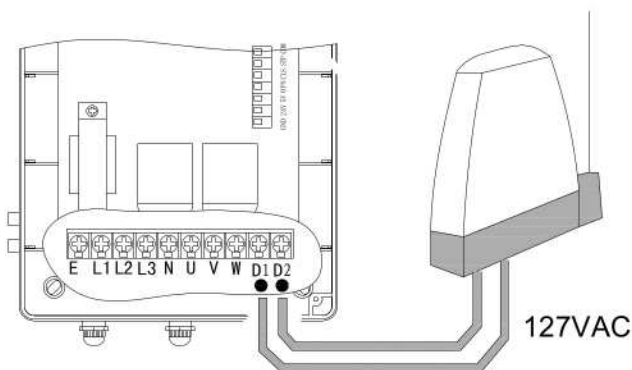

Fig.6
- D. Lámpara de Señalamiento (Opcional) 127V:** Deberá ir Conectada en “D1” y “D2”. (Fig.6)